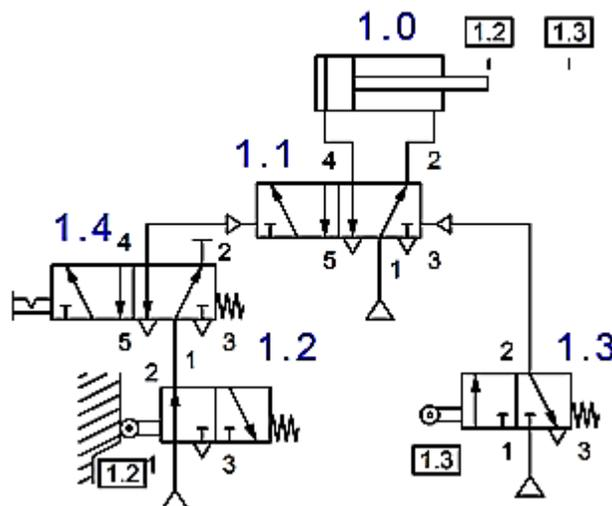
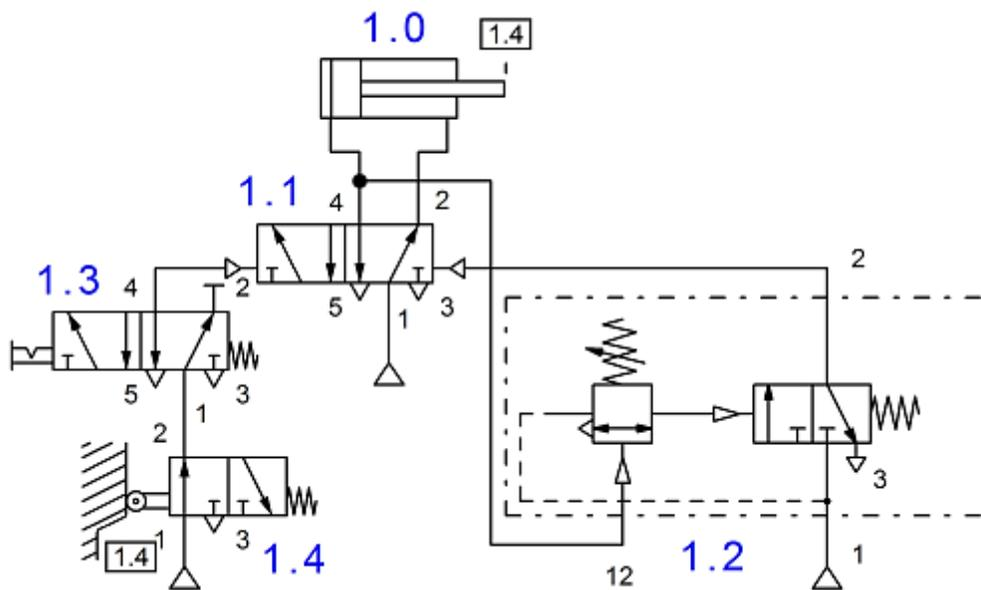

Figura 1.
Figura 2.
a) 1. Observe el esquema de la figura 1 e identifique cada elemento que será usado. Coloque la unidad de mantenimiento y el distribuidor en la placa y realice las conexiones entre estos elementos, conectando la unidad de mantenimiento a la toma de aire y el distribuidor común a la unidad de mantenimiento. Fije una presión de 6 bar en la unidad de mantenimiento.
b) 1. Cierre la unidad de mantenimiento, desconecte y retire solo la válvula de rodillo 1.3 de la figura 1. Observe el esquema de la figura 2 e identifique la válvula de secuencia 1.2. Coloque la válvula de secuencia en la placa. Conecte la vía 1 de 1.2 al distribuidor, así como su vía 2 a la 1.1.